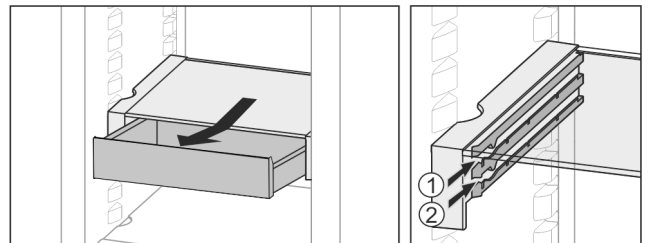

Fig. 22
- ▶ In beliebiger Höhe Fig. 22 (1) oder Fig. 22 (2) einschieben.